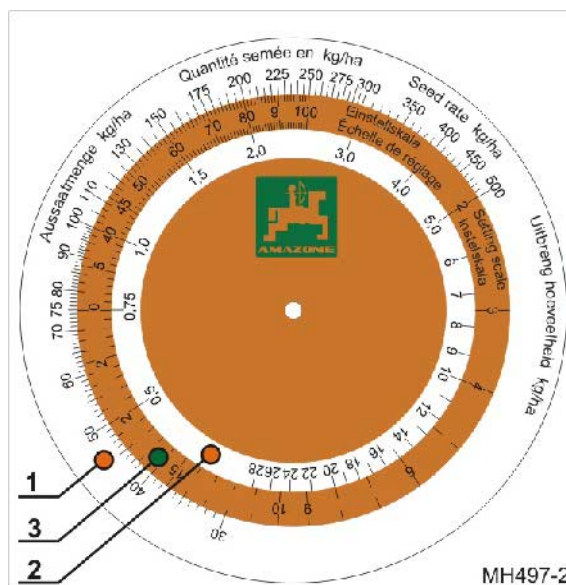

Fig. 41
- en udvendig hvid skala (Fig. 41/1) til alle udsåningsmængder over 30 kg/ha,
- en indvendig hvid skala (Fig. 41/2) til alle udsåningsmængder under 30 kg/ha,
- en farvet skala (Fig. 41/3) med alle gearindstillinger fra 1 til 100.